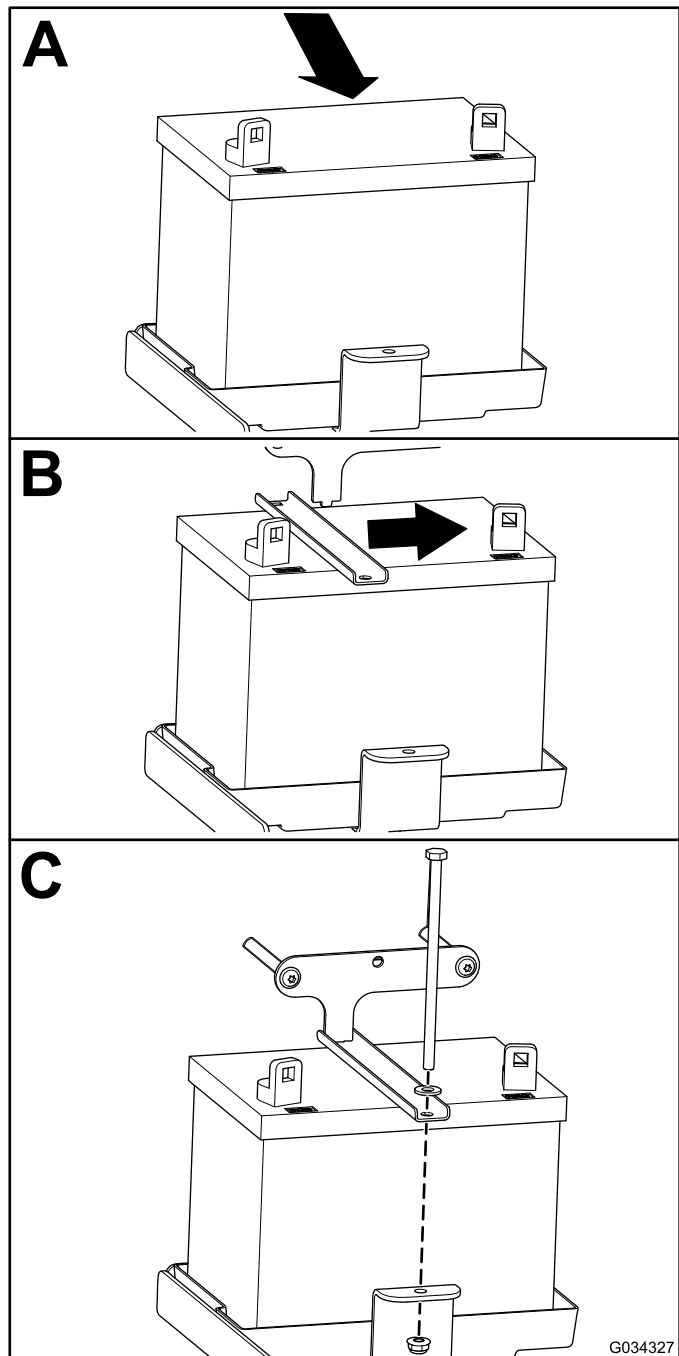

Figure 49
1. Installez la batterie comme montré à la Figure 49.